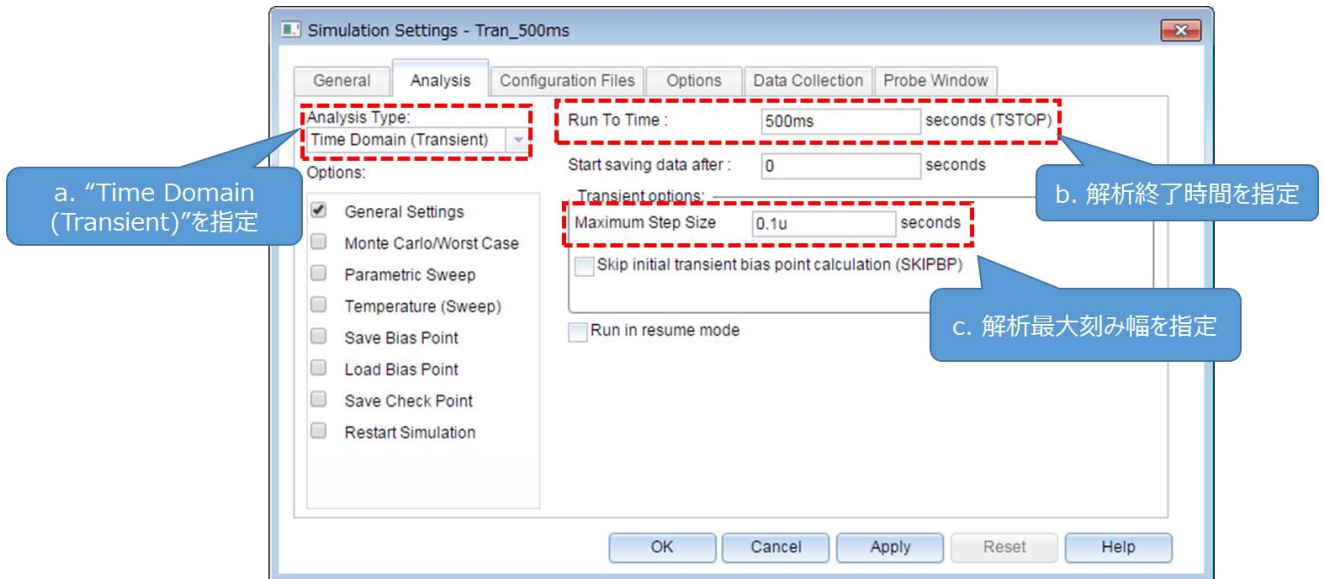

図 5.3 「Simulation Settings」-「Analysis」画面
- (2) 1.の手順後、図 5.3 に示す「Simulation Settings」ウインドウが表示され、各種解析設定が可能になります。まずは「Analysis」タブで解析方法の設定を行います。「Analysis Type」は「Time Domain(Transient)」を指定してください。「Run To Time」で解析終了時間を指定し、「Maximum Step Size」で解析における最大刻み幅を指定してください。